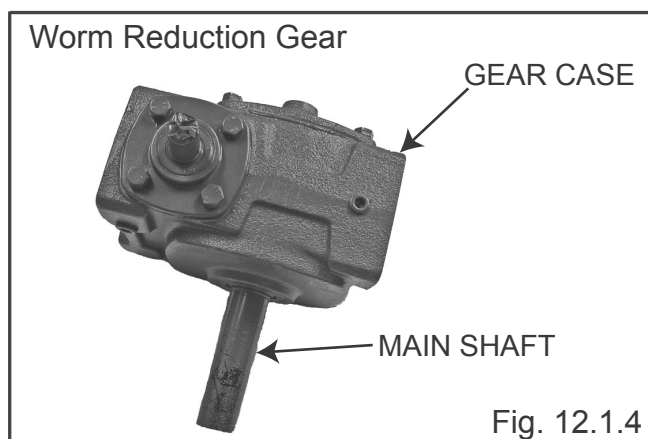

Fig. 12.1.4
4. Check Main Shaft (Fig. 12.1.4)